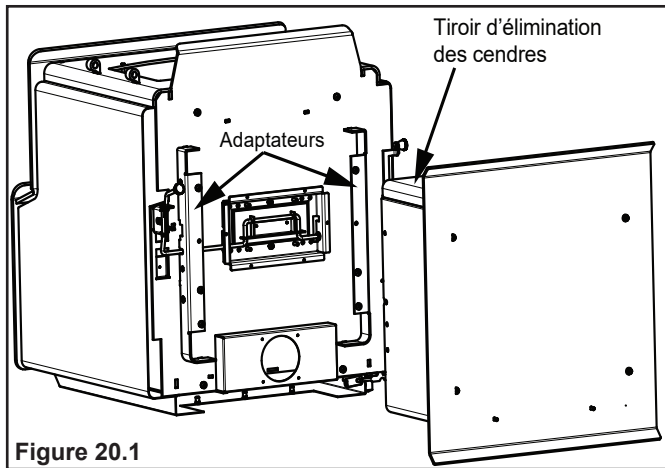

Figure 20.1
2. Glissez le piédestal par-dessus l'adaptateur à la base de l'appareil et fixez avec les boulons de l'écran thermique (**Figure 20.1 à la page 20**).